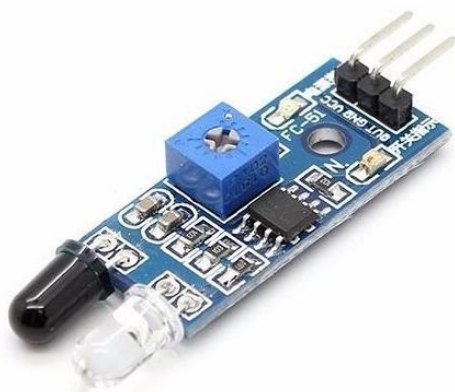

Figura 01 – Módulo Sensor De Cor RGB TCS230
O Sensor de Obstáculo Infravermelho IR é um circuito composto por um emissor e um receptor IR, mais o CI comparador LM393, figura 01, que facilita sua conexão com Arduino, PIC ou Raspberry Pi, visto que sua tensão é de 3,3-5V. Seu funcionamento é simples: quando algum obstáculo é colocado em frente ao sensor, o sinal infravermelho é refletido para o receptor. Quando isso acontece, o pino de saída OUT é colocado em nível baixo (0), e o Led verde do módulo é acionado, indicando que algum obstáculo foi detectado. O alcance do sensor é de 2 à 30 cm, que pode ser ajustado por meio do potenciômetro na placa. O sensor de obstáculo é um ótimo componente para utilização em robôs, contadores, alarmes e projetos com Arduino.